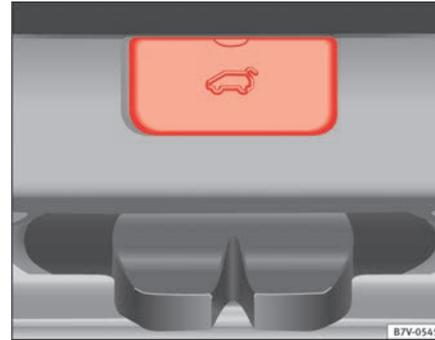

Abb. 200 Vom Gepäckraum aus: Abdeckkappe in der Heckklappe abnehmen.
- Eckige Abdeckung in der Innenverkleidung der Heckklappe abnehmen ⇒ Abb. 200. ▶